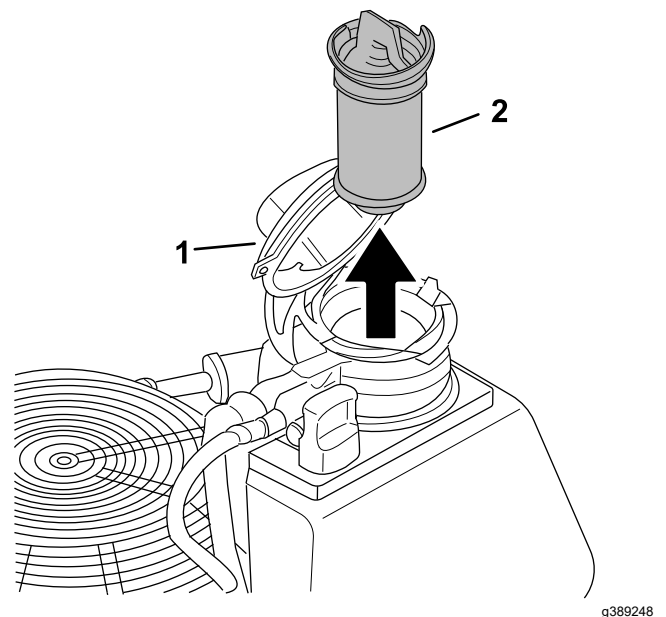

Figura 48
9. Retire el filtro de aceite del motor (**Figura 48**).